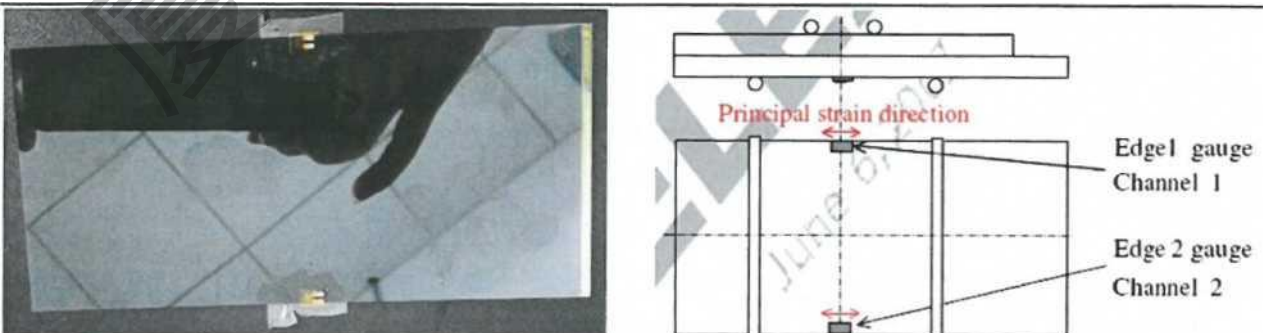

图 9 A&B 面贴附示意图
4.1.1.8.1 A 和 B 面（长边，图 9）：至少贴附 4 片样品，以保证可获得 2 组有效数据；